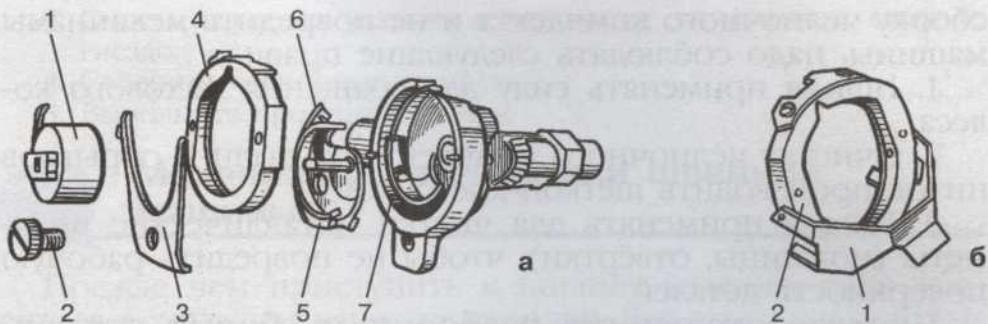

Рис. 43. Устройство челночного комплекта:
В машине «Чайка» класса 142М и некоторых других машинах вместо прижимной пружины имеется пружинный замок, соединённый с накладным кольцом (рис. 43, *б*).
Рассмотрите рисунок 43, прочитайте названия основных частей челночного комплекта.
1. Рассмотрите рисунок 43, расскажите последовательность разборки челночного комплекта.